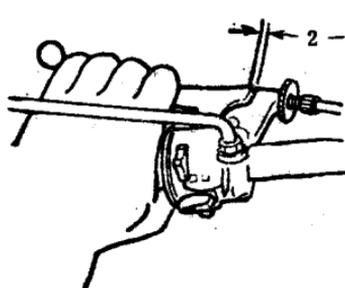
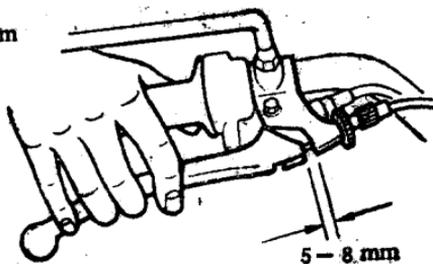

图 1-2
图 1-3
(5) 检查离合器握把自由行程量，如图1-2所示，该处自由行程量一般为2~3mm。检查时，可起动发动机，支起中间支架使后轮悬空，然后挂档使后轮旋转，若握紧离合器握把后，后轮逐渐停了下来，或将尚在旋转的后轮制动后，抬起制动踏板后轮不再旋转，即说明离合器握把自由行程量合适。
(6) 检查油门转把转动是否灵活，加大油门后放开手，油门应当自行回到关闭位置。
(7) 检查前制动握把自由间隙，通常为5~8mm，如图1-3所示。